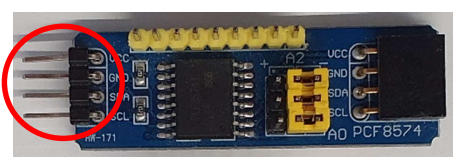
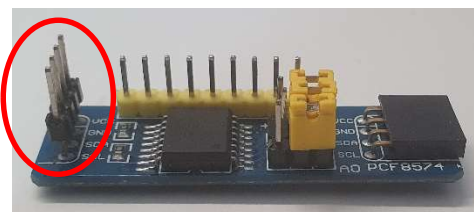

Figura 11 - Pinos Macho na Horizontal
Figura 12 - Pinos Macho na Vertical
1. Com auxílio de um alicate, coloque, com cuidado, os pinos macho do componente *PCF8574* na vertical (Figura 11) de modo a ficar com o aspeto da Figura 12.